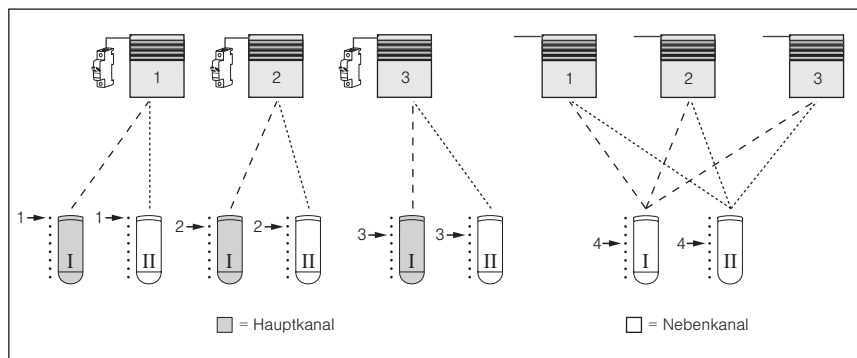

Abb. 53 Drei Rollläden (getrennt aussicherbar) sollen mit zwei 8-Kanal Handsendern bedient werden.
Nun sind die Rollläden mit den Kanälen 1, 2 und 3 beider Handsender getrennt bedienbar, wobei die Hauptkanäle mit Handsender (I) gelernt wurden, *siehe Abb. 53*. Wird bei einem Hauptkanal die Lerntaste gedrückt, dann kann am jeweiligen Empfänger auch ohne den Power-up Vorgang der Lernmodus gestartet und ein Nebkanal eingelernt werden. Wird nun jedem Empfänger der gleiche Nebkanal, z.B. Kanal 4 eingelernt, so können später alle Rollläden als Gruppe mit Kanal 4 bedient werden, bleiben aber immer noch über ihre Hauptkanäle getrennt bedienbar. Der nächste Schritt besteht also im Einlernen von Kanal 4 des Handsenders (I) als Nebkanal.
Nun sind alle drei Rollladen gemeinsam mit Kanal 4 von Handsender (I) bedienbar. Der nächste Schritt besteht im Einlernen der Nebenkana für Handsender (II). Hierbei müssen Sie beachten, dass Sie den Lernmodus immer mit dem Hauptkana starten, in unserem Beispiel liegen die Hauptkana auf Handsender (I), *siehe Abb. 53, links*.